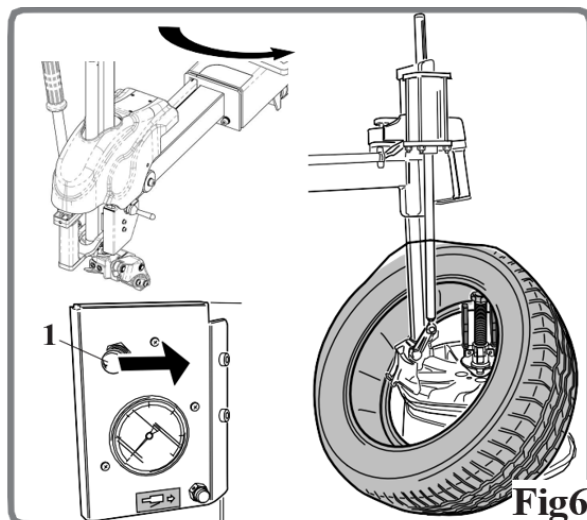

Fig60
Placering af monteringshovedet (Fig60)
- Betjen kontrol 1, Fig60 for at bringe monteringshovedet i arbejdsposition. Værktøjet er allerede i korrekt position til montering af dækket, medmindre fælgetypen er blevet ændret.